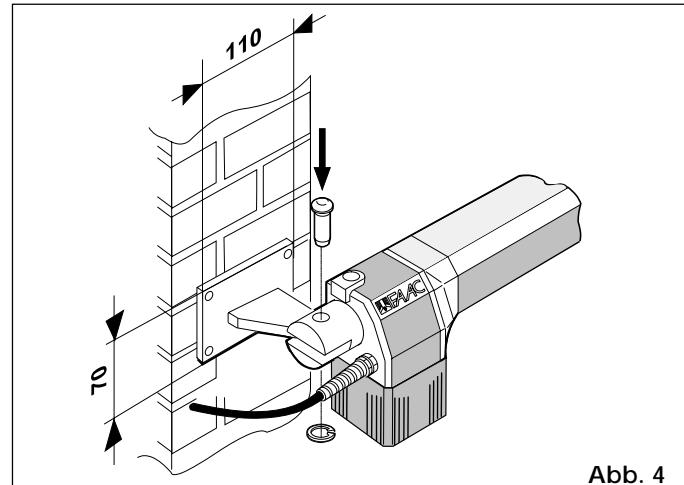

Abb. 4
Bei gemauerten Pfeilern eine entsprechende Anschlußplatte (Abb. 4) einlassen und diese mit dem Anschluß verschweißen.
- 2) Antrieb anhand der mitgelieferten Schraubverbindungen (Abb. 4) am hinteren Anschluß befestigen.
**Achtung:** der Montagesatz enthält den rechten und linken Antrieb. Die korrekte Einbauposition des Antriebs gemäß Abb. 4 befolgen.